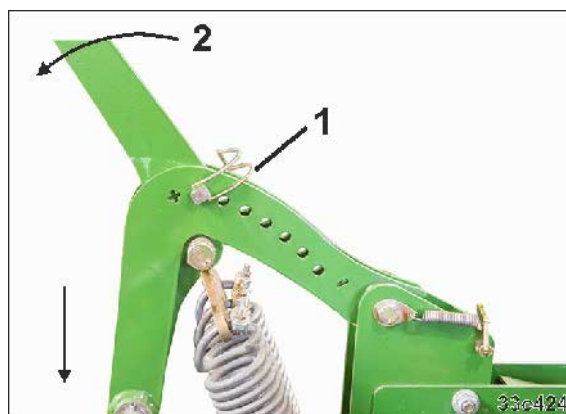

Fig. 181
- 3.1 Fjern splitten (Fig. 181/1)
- 3.2 Bevæg indstillingsarmen (Fig. 181/2) bagud